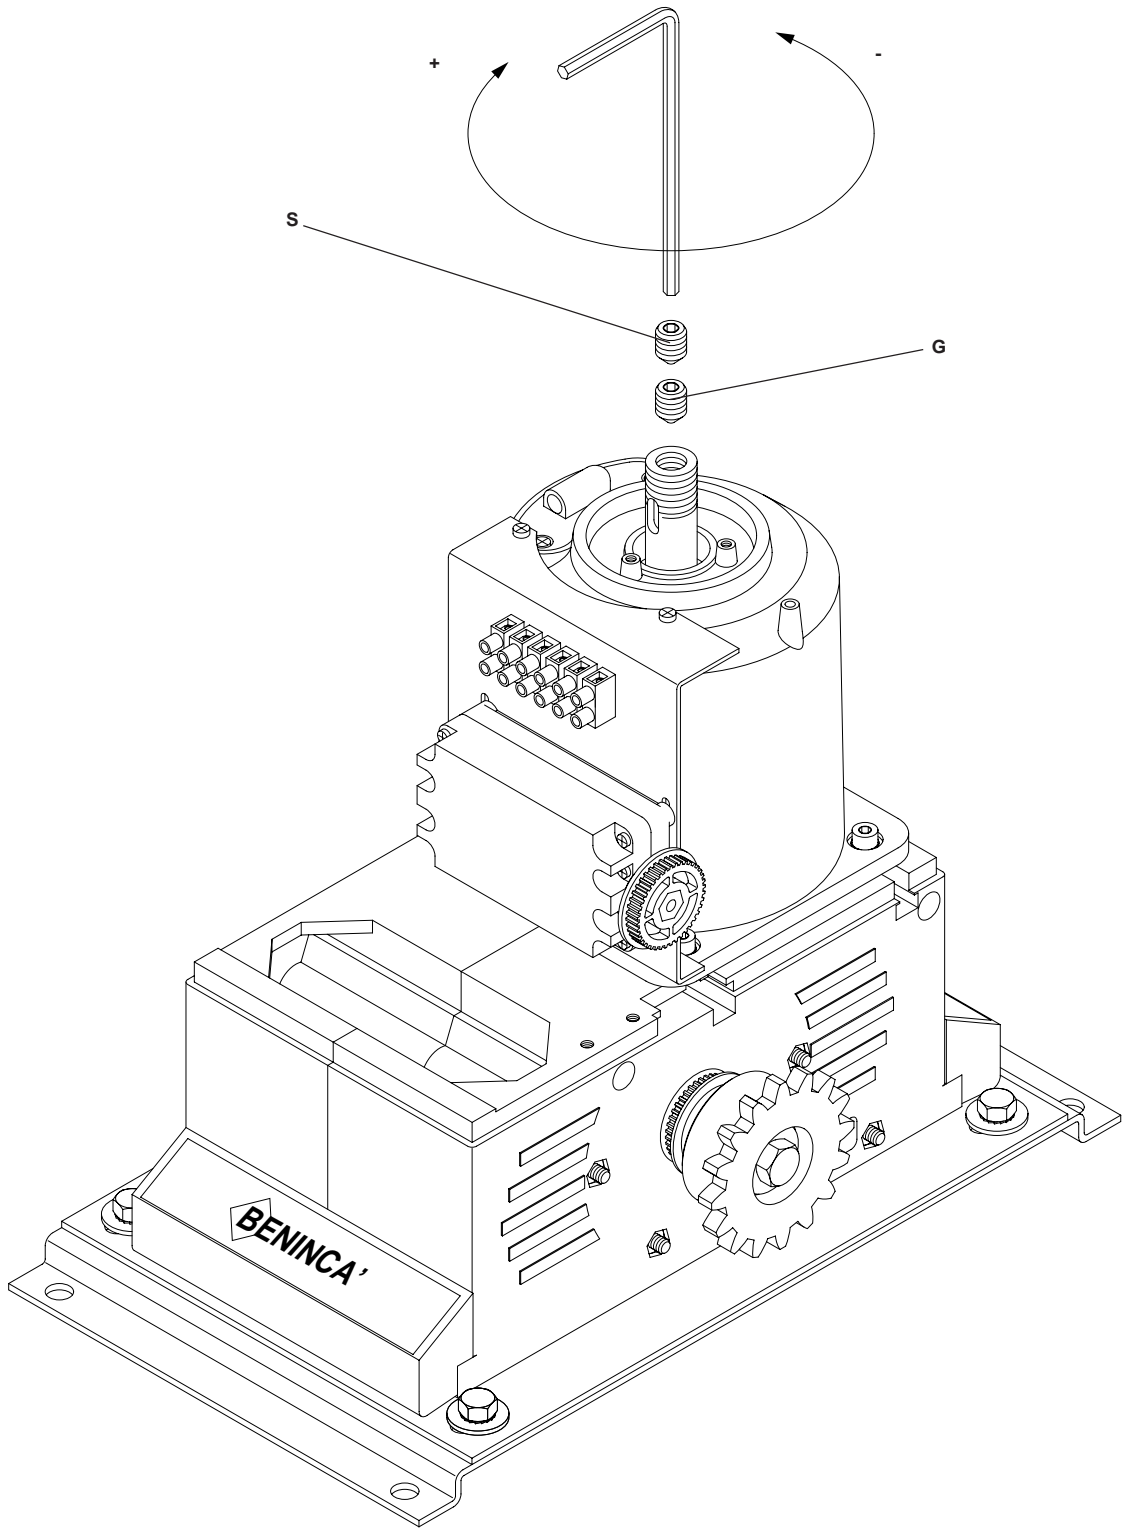

Fig.3
5. Regolazione frizione meccanica (fig.3)
5. Mechanical friction adjustment (fig.3)
5. Einstellung der mechanischen Friktion (Abb.3)
5. Réglage de l'embrayage mécanique (fig.3)
5. Regulación de la fricción mecánica (fig.3)